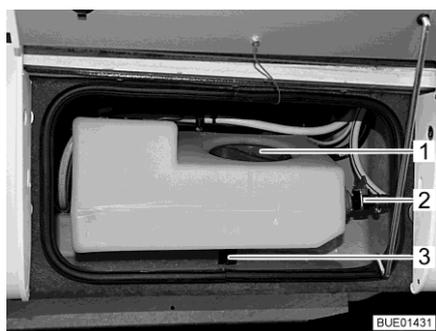
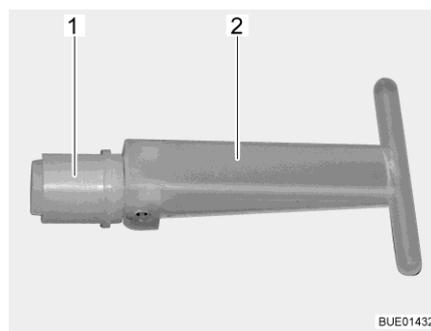

Fig. 165 Réservoir d'eau supplémentaire
Fig. 166 Bouchon de fermeture
Quand le robinet de vidange (Fig. 165,2) est ouvert, la contenance du réservoir d'eau supplémentaire est limitée à env. 30 l ; l'eau en surplus s'écoule. Quand le robinet de vidange est fermé, le volume complet du réservoir est disponible.
Quand on tire sur le bouchon de fermeture (Fig. 166,1) à l'intérieur du réservoir d'eau supplémentaire, l'eau s'écoule par l'orifice d'écoulement (Fig. 165,3). Le bouchon de fermeture est accessible par l'ouverture de service (Fig. 165,1).
- S'assurer que le bouchon de fermeture (Fig. 166,1) est fermé dans le réservoir d'eau supplémentaire (la poignée (Fig. 166,2) est rabattue).
- S'assurer que le robinet de vidange (Fig. 165,2) est fermé.
- Ouvrir l'ouverture de service (Fig. 165,1) dans le réservoir d'eau supplémentaire.
- Placer la poignée (Fig. 166,2) du bouchon de fermeture (Fig. 166,1) à la verticale à travers l'ouverture de service et retirer le bouchon.